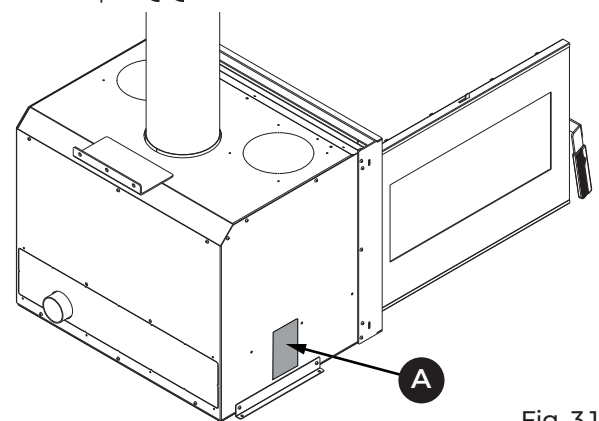

Fig. 3.1
La plaque signalétique (A) est placée sur la partie latérale (Fig. 3.1) et indique toutes les données caractéristiques relatives à l'appareil, y compris les données du Fabricant, le numéro de Série et la marque **CE**.